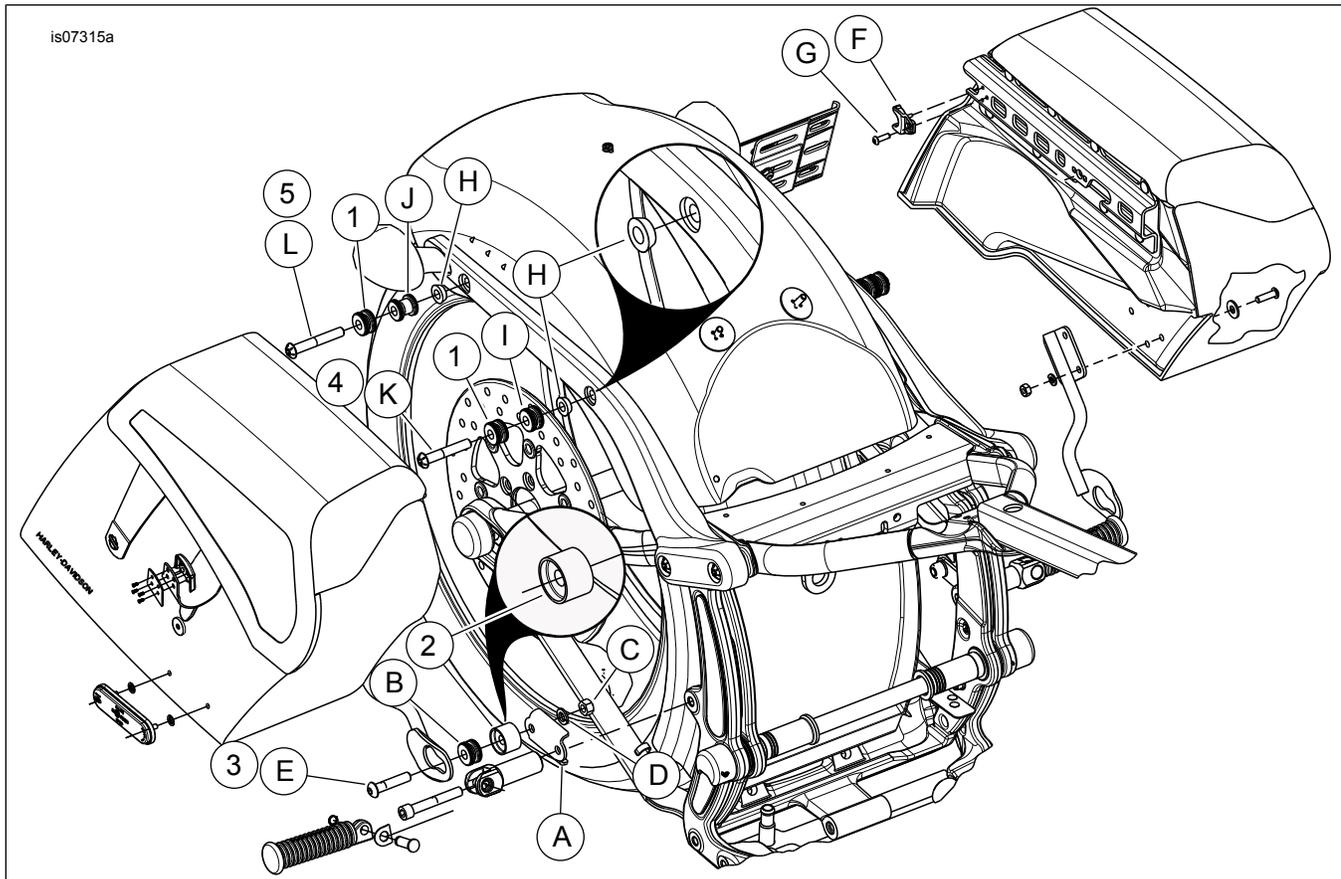

Figura 1. Piezas de servicio: Kit de puntos de acoplamiento para alforjas desmontables (pieza № 52300243)
Vea Figura 1 y Tabla 1.
2. Vea Figura 1. Extraiga los tornillos (K y L), los puntos de acoplamiento (J e I) y los espaciadores cónicos de acoplamiento (H). Tome nota de la ubicación de los puntos de acoplamiento y de la orientación del espaciador cónico.
3. Quite la tuerca (C), la arandela dividida (D), el punto de acoplamiento mini (B) y el tornillo (E) de la pieza de soporte (A). Deje la pieza de soporte (A) instalada en la motocicleta.
4. Quite y deseche el espaciador de acoplamiento (F) y el tornillo (G).
1. Vea Figura 1. Reemplace los tornillos (K y L) con los tornillos (4 y 5) de este kit.
2. Reemplace el tornillo (E) con el tornillo (3) de este kit.
3. Quite y deseche el espaciador de acoplamiento (F) y el tornillo (G) del kit de alforjas.
1. Vea Figura 1. Instale el tornillo (4), el punto de acoplamiento mini (1), el punto de acoplamiento mini (I) y el espaciador cónico (H) en la ubicación de montaje de la riostra delantera. Apriete a 28,5–36,6 N·m (21–27 ft-lbs).
2. Instale el tornillo (5), el punto de acoplamiento mini (1), el punto de acoplamiento ancho (J) y el espaciador cónico (H) en la ubicación de montaje de la riostra trasera. Apriete a 28,5–36,6 N·m (21–27 ft-lbs).
3. Instale el tornillo (3), el punto de acoplamiento mini (B) y el espaciador (2) en la pieza de soporte de montaje del 3^{er} punto (A). Asegure con la arandela de seguridad (D) y la tuerca (C). Apriete a 28,5–36,6 N·m (21–27 ft-lbs).